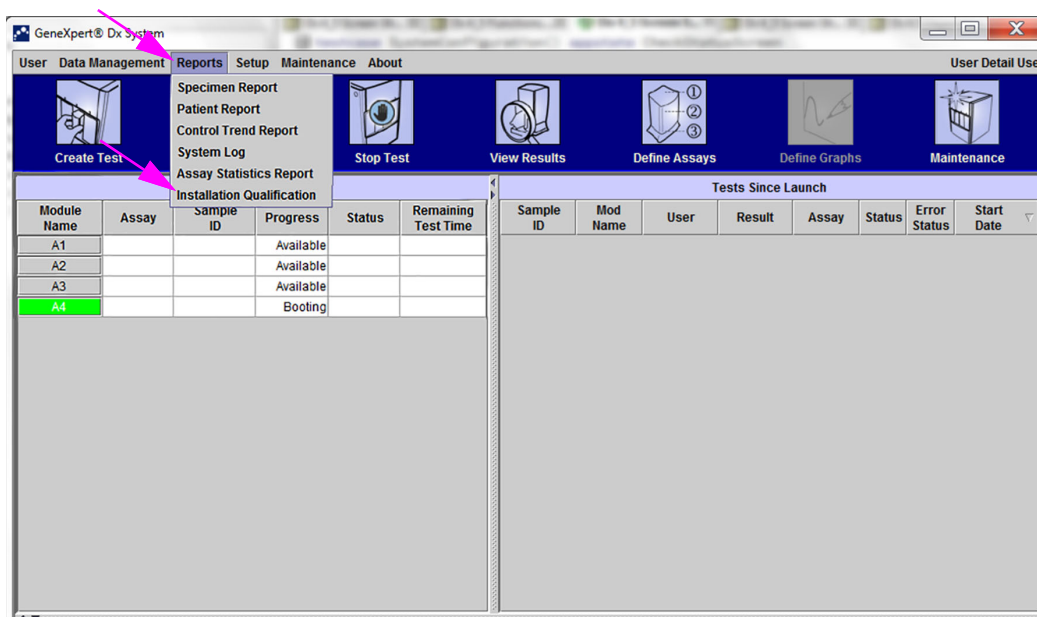

Figura 2-88. Fereastra sistemului GeneXpert Dx care afișează meniul vertical Rapoarte și selecția Evaluare instalare
1. În fereastra sistemului GeneXpert Dx, în meniul **Rapoarte (Reports)**, faceți clic pe **Evaluare instalare (Installation Qualification)**. Consultați Figura 2-88.